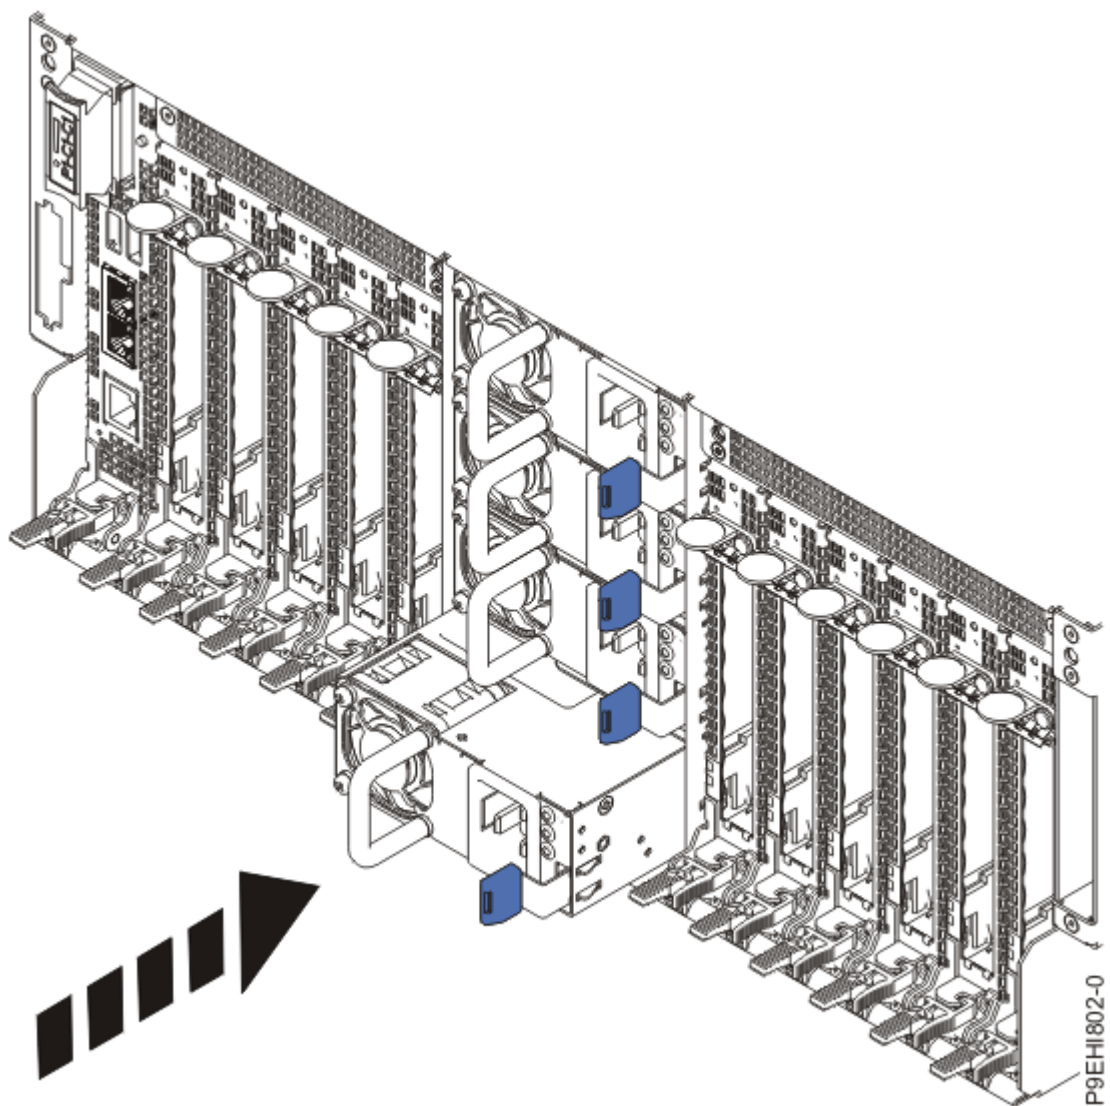

Figura 29. Sustitución de una fuente de alimentación en el sistema
3. Alinee la fuente de alimentación con la bahía y deslice la fuente de alimentación en el sistema hasta que el pestillo quede encajado en su sitio, tal como se muestra en la Figura 29 en la página 31.